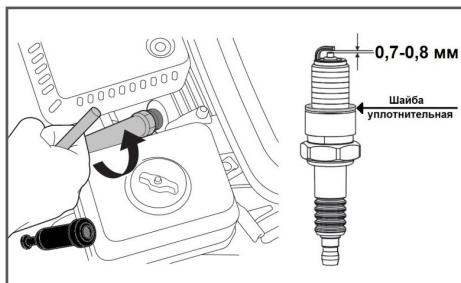

Рис. 32 Обслуживание свечи зажигания
1. Снимите со свечи зажигания колпачок высоковольтного провода и удалите грязь вокруг свечи зажигания (Рис. 32).
4. Измерьте зазор между электродами свечи зажигания специальным щупом. Зазор должен быть 0,7-0,8 мм (Рис. 32). При увеличении, или уменьшении требуемого зазора, рекомендуется заменить свечу, так как